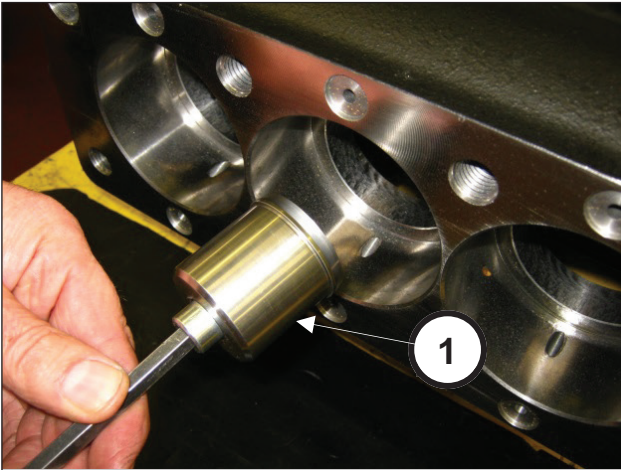
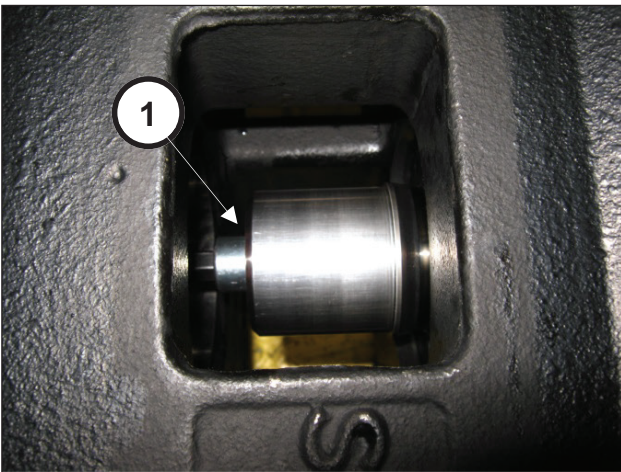

Abb. 34
Abb. 35
Setzen Sie das Werkzeug ein (Pos. ①, Abb. 34) ein und drehen Sie es bis auf Anschlag auf der Stange fest (Pos. ①, Abb. 35).
Trennen Sie Pleueldeckel und Pleueihälften; die vorschriftsmäßige Paarung wird durch die seitliche Nummerierung garantiert (Pos. ①, Abb. 42). Nachdem Sie das Gehäuse auf perfekte Sauberkeit überprüft haben, setzen Sie die Baugruppe Pleueihälfte-Kleueiführung in die Buchsen des Gehäuses ein (Pos. ①, Abb. 35).
Arretieren Sie die drei Baugruppen mit dem entsprechenden Werkzeug Art. 27566200 (Pos. ①, Abb. 34). Montieren Sie vorläufig den Innenring der Pleueiführung (bis auf Anschlag an beiden Seiten der Welle) mithilfe des geeigneten Werkzeugs Art. 27604700 (Pos. ①, Abb. 47) (Pos. ①, Abb. 48).